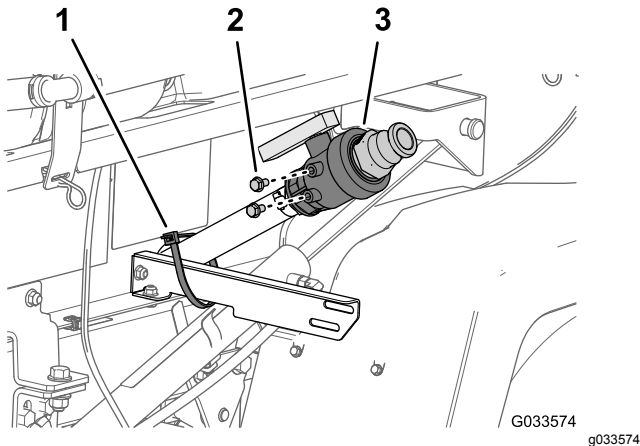

Bild 13
1. Entfernen Sie die Kabelbinde, mit der das Ablassventil und der Schlauch für den Sprühbehälter an der Ablassventilhalterung befestigt ist (Bild 13).
- Nehmen Sie die zwei Bundkopfschrauben (5/16" x 5/8") vom Gehäuse des Ablassventils ab (Bild 13).